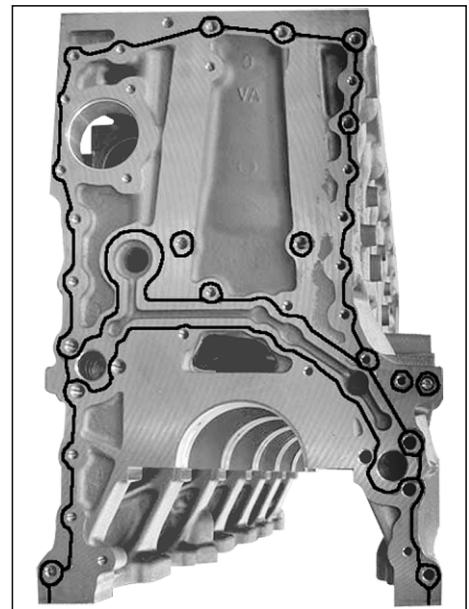

Рис. 100. Нанесение герметика на торец блока цилиндров.
1. Нанести на торец блока цилиндров под установку листа торцевого герметик "Локтайт 518", как показано на **Рис. 100**.